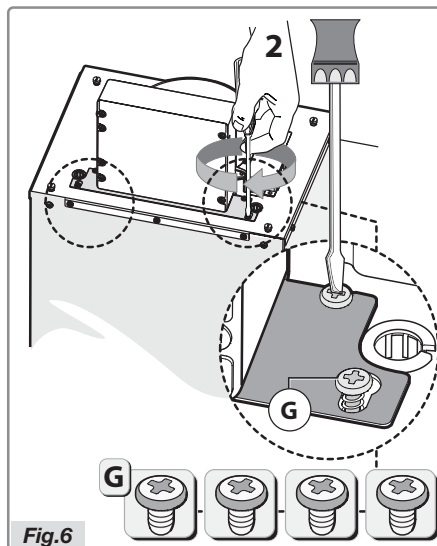

**Fig.4**
- Prenez l'élément de fixation **B** et vissez-le au plafond au moyen des quatre vis **C** (Fig.4).